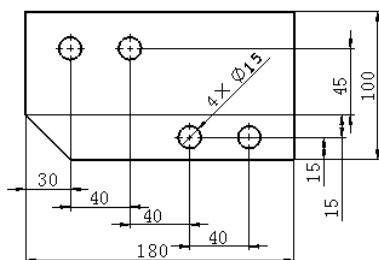

图 9.5.4 以链的方式标注尺寸
- ☒ **链** 选项：以链的方式标注尺寸，如图 9.5.4 所示。